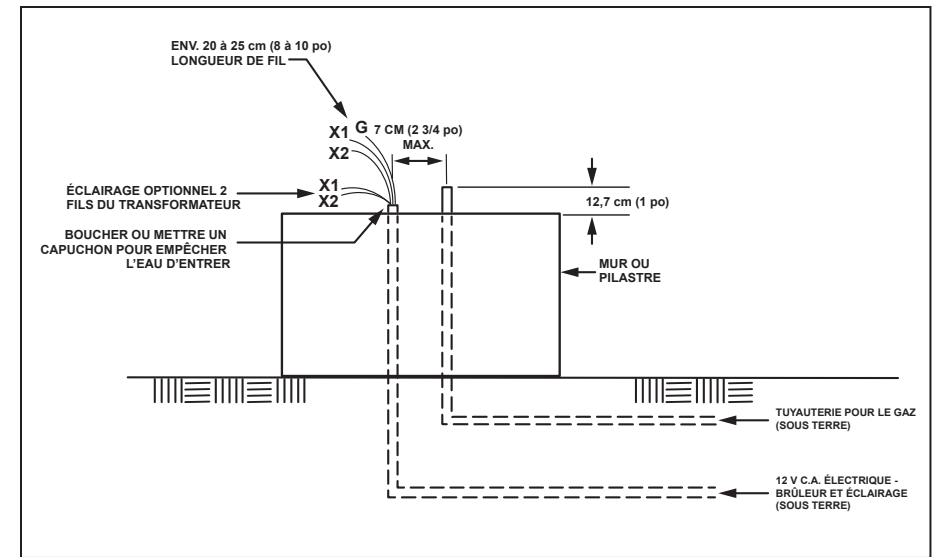
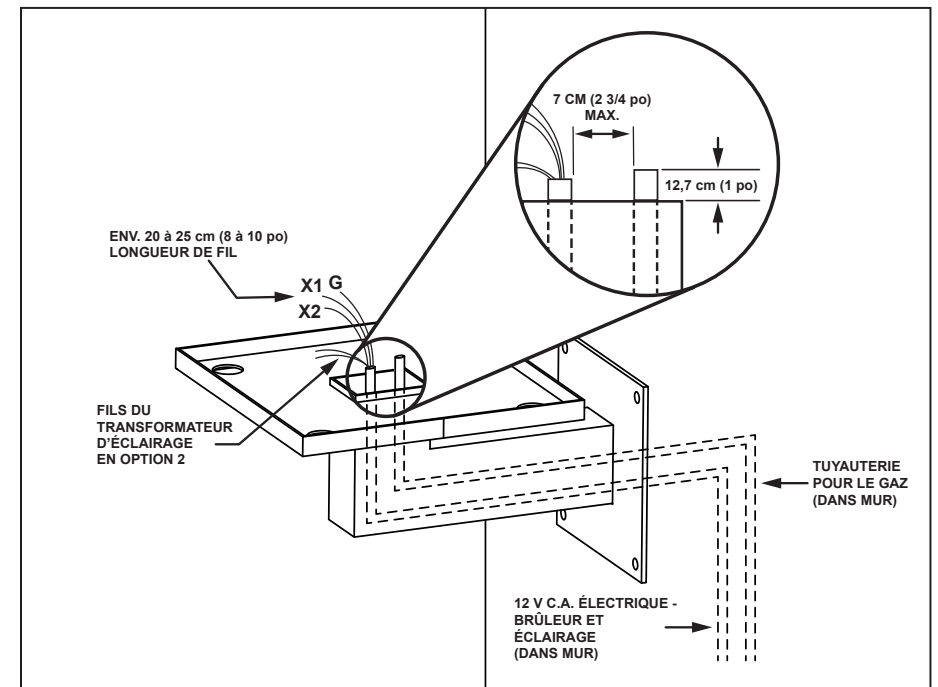

Figure 6. Tuyauterie et câblage de chandelier monté au sol
Figure 7. Tuyauterie et câblage de chandelier monté au mur
Reportez-vous à la Figure 6 pour la tuyauterie de gaz d'un chandelier à montage au sol ou à la Figure 7 pour la tuyauterie de gaz d'un chandelier à montage mural.
- Centrer la tuyauterie de gaz et le câblage électrique au milieu de chaque chandelier. Voir les figures 6 et 7.
Se reporter à la Figure 6 pour la tuyauterie de gaz d'un chandelier à montage au sol ou à la Figure 7 pour la tuyauterie de gaz d'un chandelier à montage mural.
- Centrer le câblage électrique et la tuyauterie de gaz au milieu de chaque chandelier. Voir les figures 6 et 7.
- Pour les modèles à montage mural, s'assurer que la tuyauterie de gaz et le câblage électrique sont enfilés à travers le bras mural, comme illustré à la Figure 7. Fixer ensuite le bras et la plaque de montage au mur avec quatre vis de montage. Les vis de montage ne sont pas incluses ; le type de vis varie en fonction du matériau du mur.